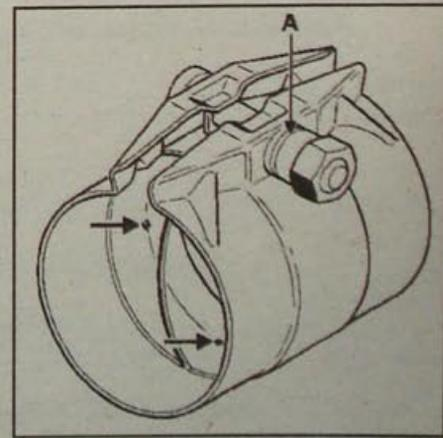

Рис. 3.79. Ремонтный патрубок системы выпуска отработавших газов: А – канавка, определяющая момент затяжки гайки
- Гайка хомута имеет канавку (А, рис. 3.79), чтобы обозначать правильный момент затяжки. Когда при затяжке канавка исчезает, она издает характерный щелчок, это означает, что гайка затянута моментом 25 Н•м.